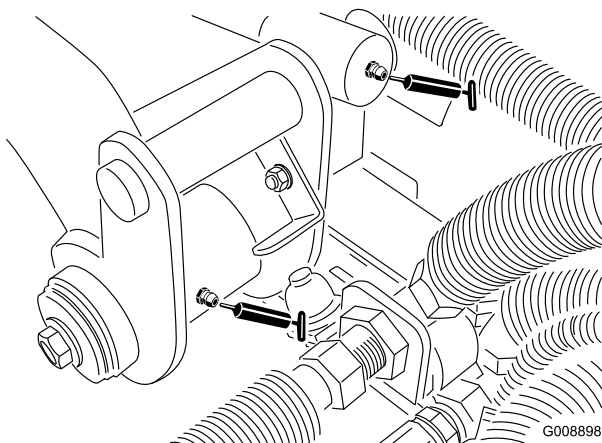

Figura 33
- Perno del braccio di sollevamento posteriore e cilindro di sollevamento (2) (Figura 33)